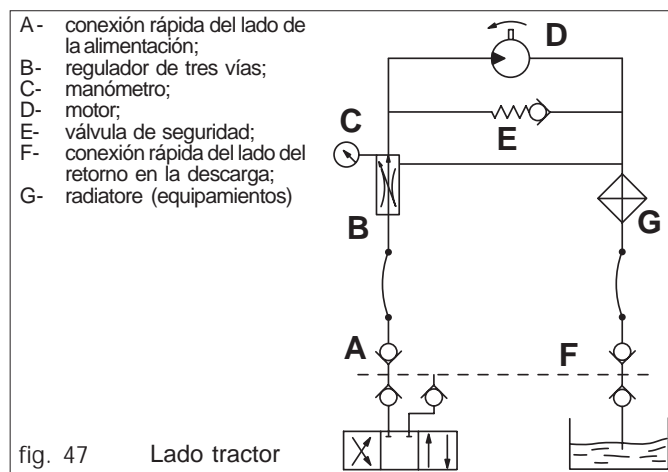

fig. 47 Lado tractor
- **Alimentación del aceite:** aténgase a los datos del esquema de la Fig. 47.